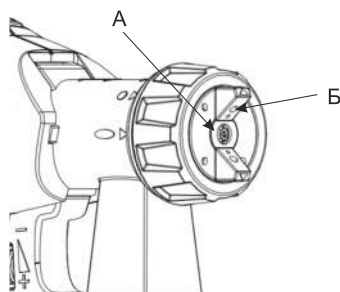

Рис. 10
5. Если материал для покрытия скапливается на сопле (Рис.10 А) и воздушном колпачке (Рис.10 Б), очистите обе детали с помощью растворителя или воды.